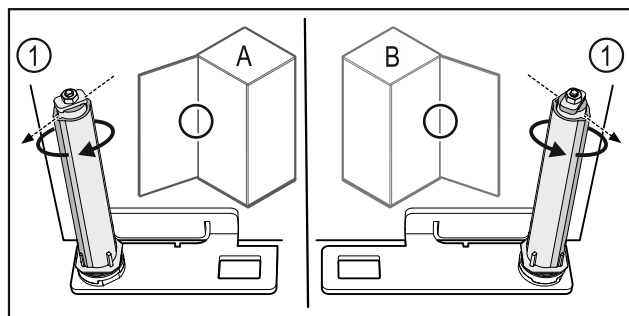

Fig. 59 Battuta a sinistra (A) / battuta a destra (B)
- ▶ Ruotare il sistema di chiusura contro la resistenza fino a quando la sporgenza del sistema di chiusura Fig. 59 (1) non è rivolta verso l'esterno.